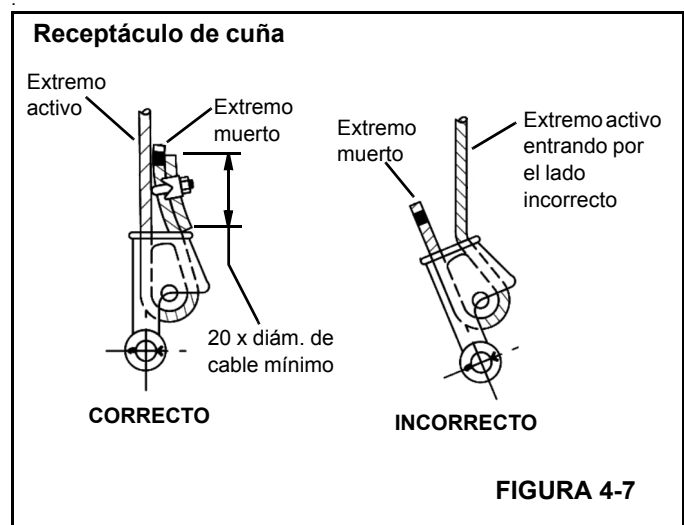

FIGURA 4-7
3. Inserte el cable en el receptáculo, asegurándose que el extremo activo Figura 4-7 del cable quede directamente en línea con las orejetas del receptáculo y con la dirección de la tracción que se aplicará al cable. Si el cable se instala de modo incorrecto en el receptáculo, se producirá un doblez en el punto que el cable sale del receptáculo, y el borde del receptáculo desgastará el cable, causándole daños y la falla eventual del mismo.
4. Forme un lazo con el cable y devuelva el cable a través del receptáculo, permitiendo que el extremo muerto Figura 4-7 sobresalga del receptáculo. Verifique que el extremo muerto del cable tenga un largo suficiente para aplicarle un aparejo de terminación al extremo después de haber asentado la cuña.